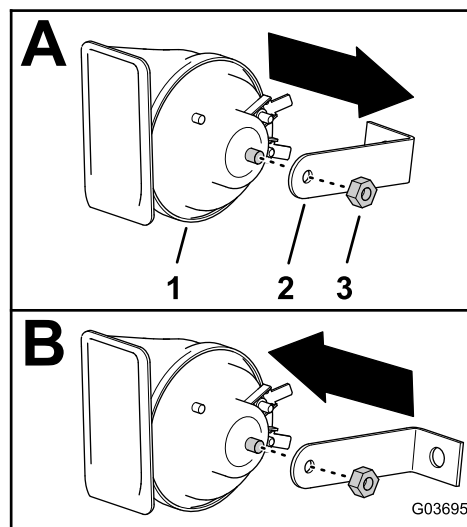

Figura 20
1. Retire la tuerca y el soporte de 90° del conjunto del claxon (Figura 20).
2. Gire el soporte de 90°, tal y como se muestra en la Figura 20, y sujételo provisionalmente en el espárrago de montaje del conjunto de claxon con la tuerca que retiró en el paso 1.
3. Apriete manualmente la tuerca que fija el claxon al soporte de 90°; consulte la Figura 20 en 7 Instalación del claxon (página 10).